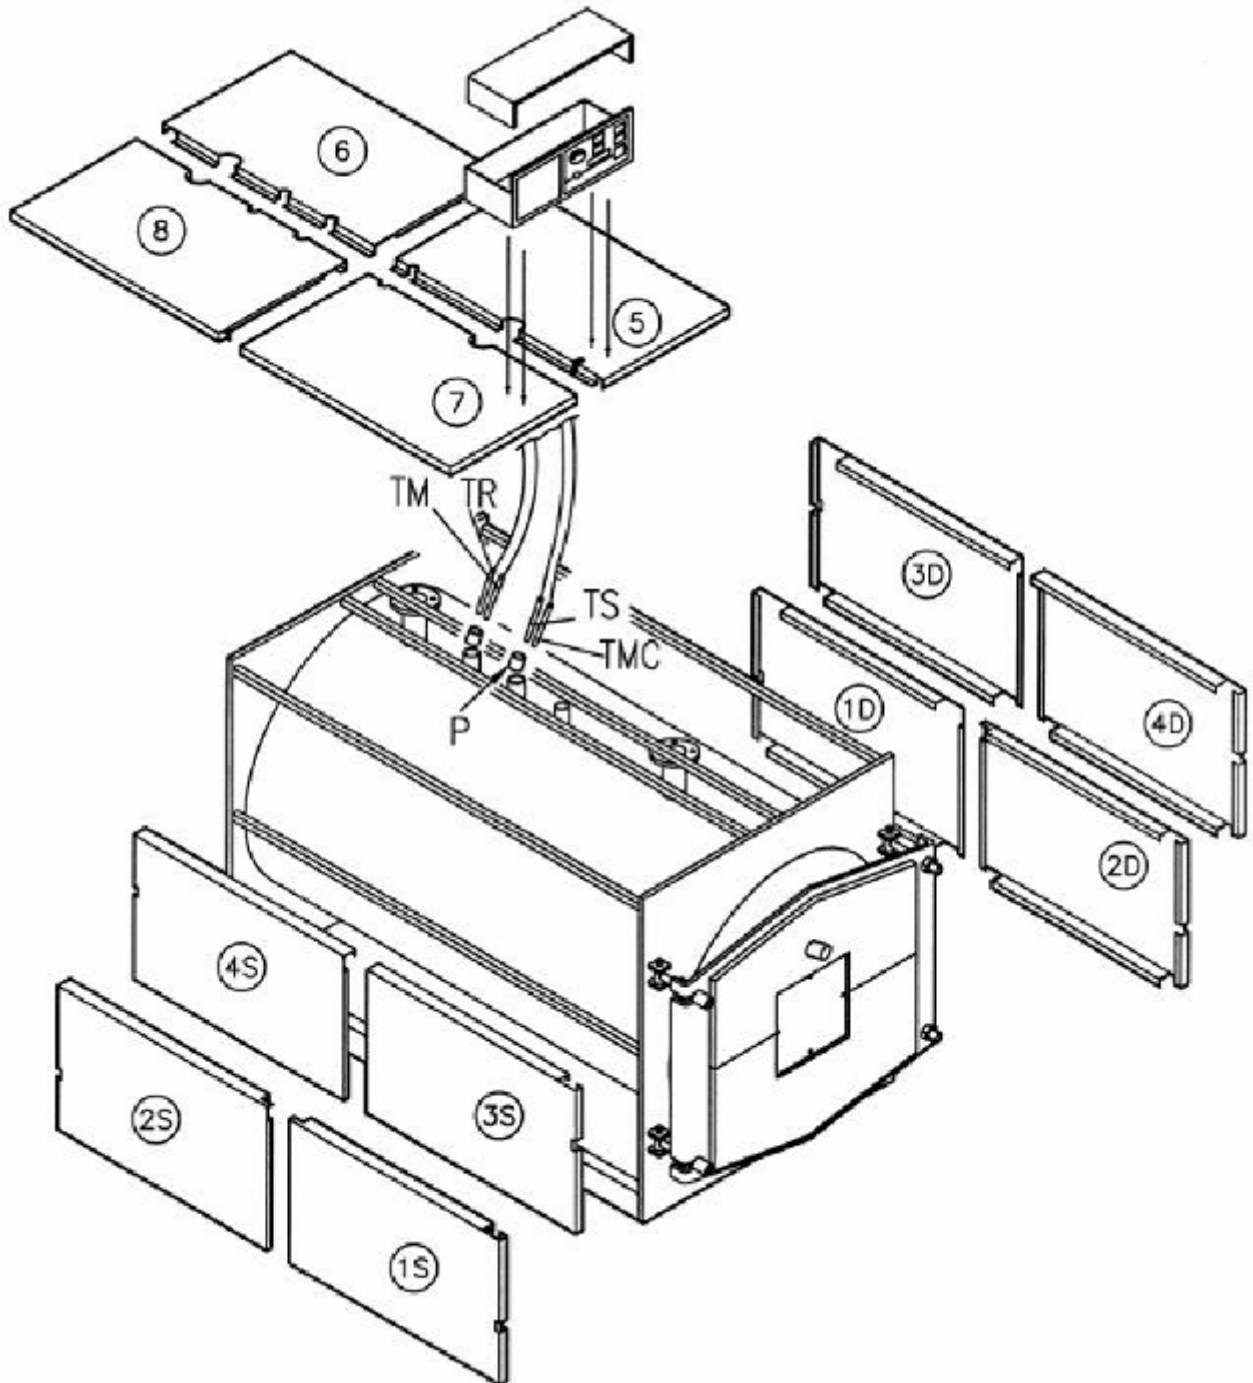

Рис. 10
4.4. ОБШИВКА КОТЛОВ MEGA PREX 1400 ÷ 3500 (рис. 10)
- г) Установите верхние панели (5) и (6) на котле и прикрепите к панели (5) пульт управления. Размотайте капилляры термометра и терморегуляторов, убедившись, что капилляры выведены в предусмотренное отверстие, после чего вставьте колбы в гнезда (P).
- д) Установите панели (7) и (8), окончательно закрепив пульт управления на панели (7).